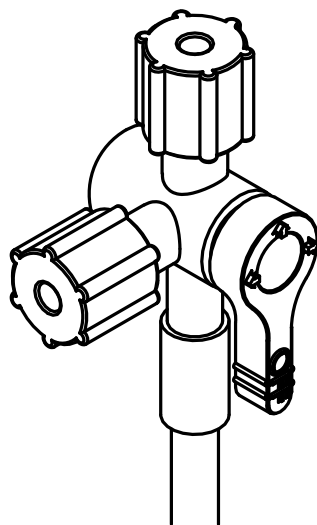

Figura 3. Valva cu 3 căi în poziție închisă
6. Închideți valva cu 3 căi. Vezi figura 3.